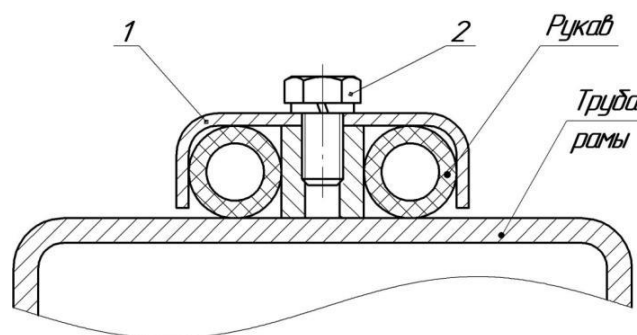

Рис. 4.7.2. Крепление гидрошлангов на раме
4.7.2. Закрепите шланги на рамах кронштейнами 1, используя болты 2 М10, шайбы пружинные (см. рис. 4.7.2). Так как корпуса цилиндров в процессе работы перемещаются, нужно обеспечить необходимый запас шлангов по длине при креплении их в непосредственной близости от цилиндров.